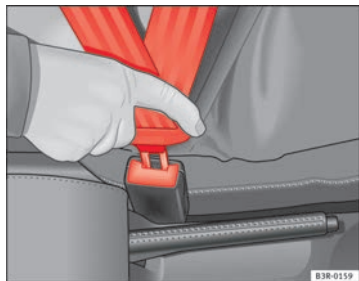

Abb. 11 Gurtschloss und Schloßzunge des Sicherheitsgurtes
- Stecken Sie die Schloßzunge in das zum Sitz gehörende Gurtschloss, bis es hörbar einrastet ⇒ Abb. 11.